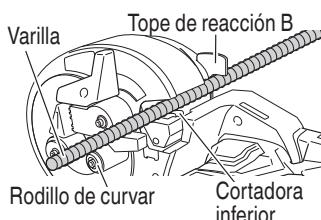

Fig. 35
- (2) Coloque la varilla que va a ser cortada por encima de la cortadora inferior (Fig. 35).